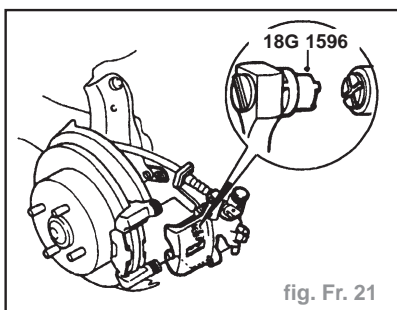

fig. Fr. 21
- Visser le piston à fond dans l'étrier à l'aide de l'outil **18G 1596** (fig. Fr. 21).